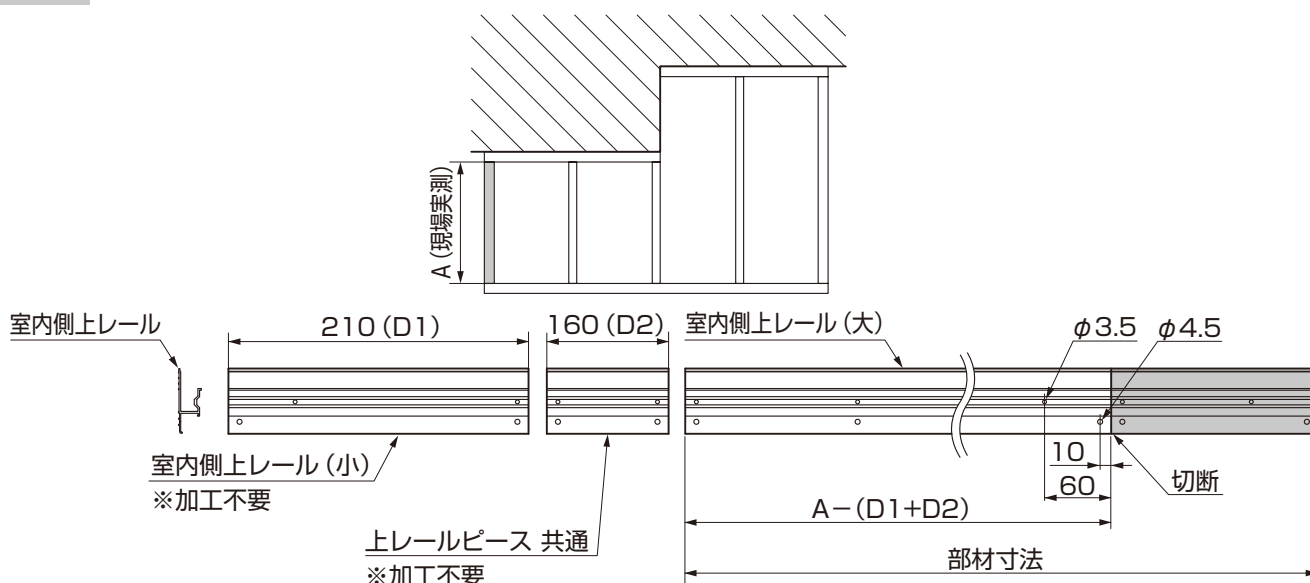
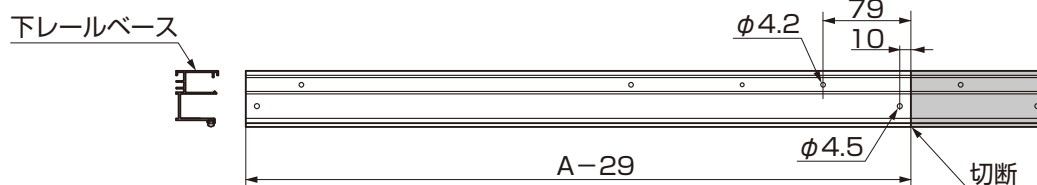
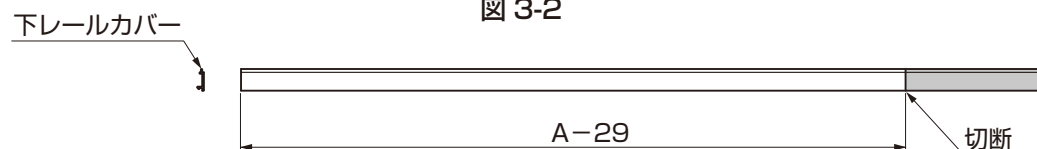

図 3-1
図 3-2
図 3-3
- ①出幅違い側の方立 B～柱内寸法を実測してください。
- ②図 3-1、図 3-2、図 3-3 を参照して、各部材をそれぞれ加工してください。